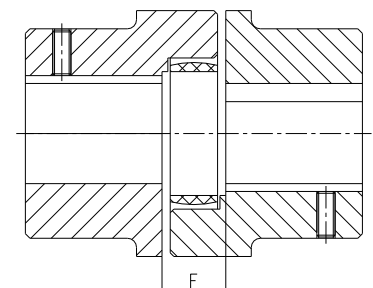

Bild 6: Kupplungseinbau
- Verschieben Sie die Aggregate in axiale Richtung, bis das E-Maß erreicht ist (siehe Bild 6).